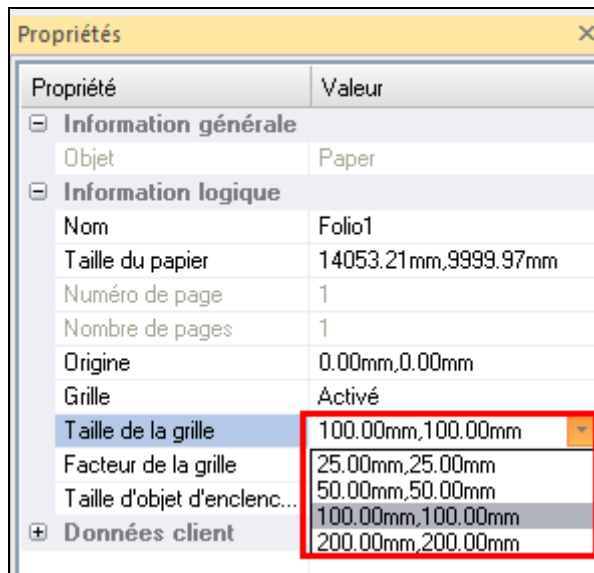

Fig. 12
-**Grille** permet de choisir d'afficher ou non la grille ainsi que la valeur de son pas, soit d'après les valeurs prédéfinies soit en saisissant la valeur désirée dans le champ (Fig.12).